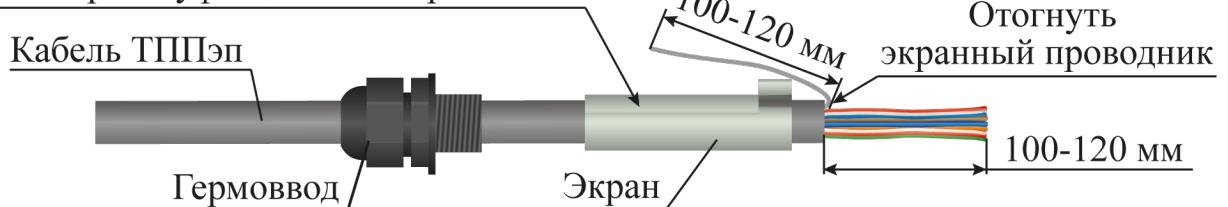

Рисунок 4.24
– надеть на оболочку одной части ремонтируемого кабеля в следующей последовательности: гермоввод, экран муфты соединительной (рисунок 4.24);
– снять оболочку со свободного конца кабеля ТППЭп (с кабеля ТППбЭп снять белую и черную оболочки) длиной 100 - 120 мм (рисунок 4.24);
– экранный проводник отвести в сторону (рисунок 4.24);